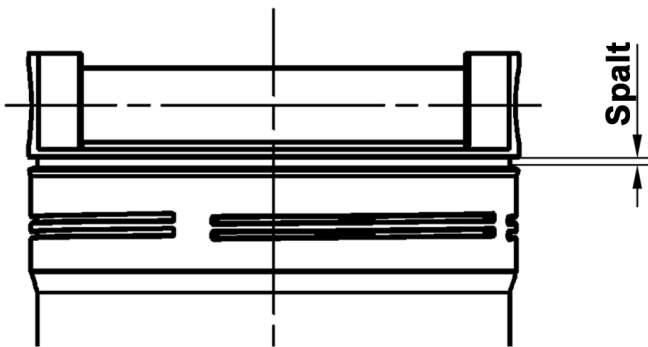

Abb. 3: Spalt am Filterdeckel
- › Drehen Sie den Deckel von Hand bis zum Anschlag ein; ein Spalt zwischen Deckel und Gehäuse bleibt evtl. sichtbar (siehe Abbildung 3).
1. Setzen Sie den Deckel (1) mit dem Filterelement (2) vorsichtig in das Filterrohr ein.
2. Drehen Sie den Deckel von Hand bis auf Anschlag ein. Ein Spalt zwischen Deckel und Filterrohr bleibt evtl. sichtbar (siehe Kapitel 8.1 „Vor der Inbetriebnahme“ / Abb. 3).